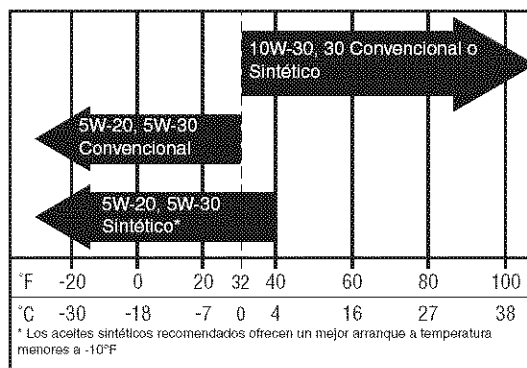
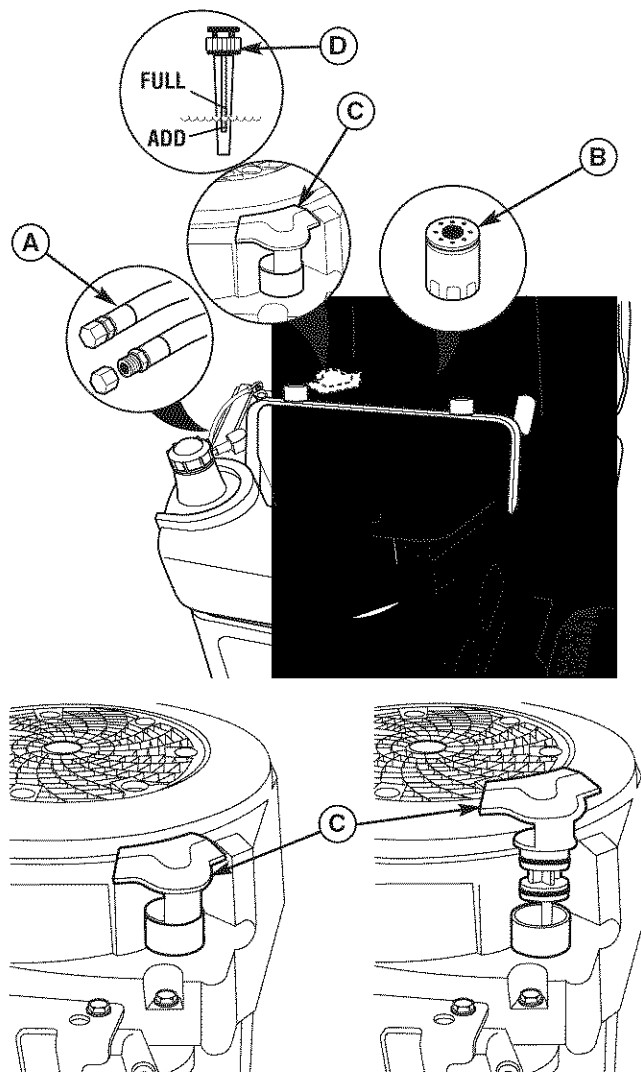

Figura 24. Aceite de Motor Recomendado
Figura 25. Cambio de Aceite
2. Limpie el área alrededor de la varilla para medición del nivel (C, Figura 25).
3. Remueva la varilla para medición del nivel (C) y límpiela con una toalla de papel.
5. Remueva la varilla para medición del nivel y lea el nivel de aceite. El nivel de aceite deberá estar entre las marcas "F" y "L" (D). De lo contrario, añada aceite de acuerdo con las recomendaciones de la tabla del aceite (Figura 24).
1. Limpie el área alrededor de la varilla de nivel de aceite (C, Figura 25) y el drenaje del aceite (A).
2. Quite el tapón del drenaje del aceite (A) y la varilla de nivel de aceite (C). Conceda un buen tiempo para que termine de drenar.
3. Quite el filtro del aceite (B). Tire el filtro a la basura.
7. Reinstale el tapón de drenaje de aceite (A).